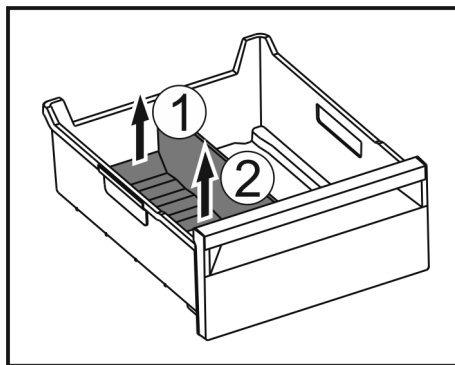

Fig. 208
- Ngrini lart pjesën e pasme të ndarësit të sirtarit të akullit. Fig. 208 (1)
- Hiqeni ndarësin e sirtarit të akullit nga lart. Fig. 208 (2)